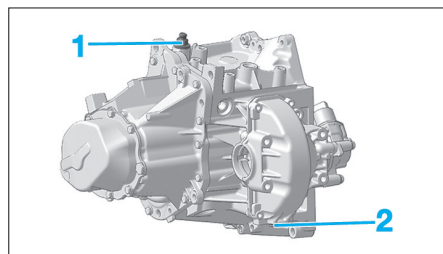

Fig. 8
- Déposer le bouchon (2) pour effectuer la vidange (Fig.8).